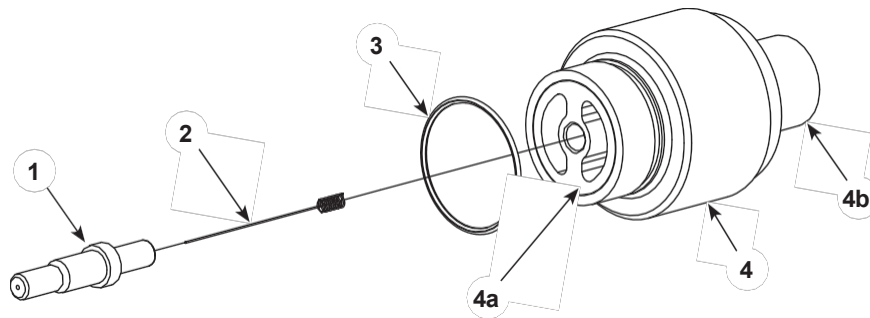

Figura 19 XD Înlocuirea ansamblului de susținere a electrodului
**Detalii privind suportul electrodului:** (A se vedea figura 19)
- Suportul electrodului (4) conține o rezistență. Dacă rezistorul cedează, trebuie înlocuit întregul ansamblu.
- Suportul pentru electrod (1) și electrodul (2) se vând separat. Duzele de pulverizare conice și plate/în colț utilizează suporturi de electrod diferite.
1. Deșurubați suportul electric (1) și scoateți electrodul (2).